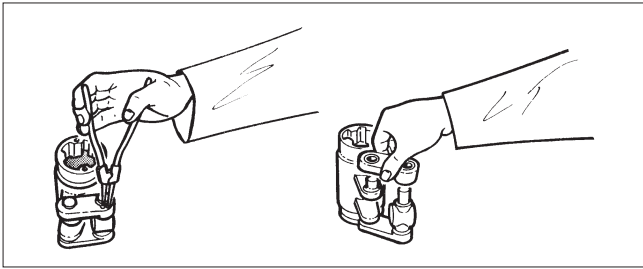

Abb. 16 Demontage des Gestänges
- Entfernen Sie die Sicherungsringe (36) und die Stützringe (37). Siehe Abb. 16.
- Entfernen Sie die Verbindungsarme (4) und den Ring (4A) und überprüfen Sie den Zustand der Lager (20, 21).
- Entfernen Sie das Hebelarmlager (23), die X-Ringe (17) und den Erdungsring (3A).
- Montieren Sie die Hebellager (23). Der Lagerstreifen (23) hat auf einer Seite eine Fase, die nach oben zum Gehäusedeckel hin gerichtet sein soll, sodass die abgeschrägte Seite am X-Ring (17) anliegt.
- Montieren Sie die X-Ringe (17). Die X-Ringe dürfen an keiner Stelle verdreht werden. Achten Sie darauf, dass sie gleichmäßig über die gesamte Hebelarmfläche verteilt sind. Auf der Gehäusedeckelseite passt der X-Ring (17) nur, wenn er zusammen mit einem abgeschrägten Lagerstreifen (23) eingebaut wird.
- Montieren Sie das Gestänge und bauen Sie es in das Gehäuse ein. Siehe Abbildung 16 für die korrekte Position. Unter dem Anschlussarm werden 2 Erdungsringe (4A) benötigt. Alle Erdungsringe (3A und 4A) sind erforderlich, um die ATEX-Anforderungen zu erfüllen.
- Tragen Sie Dichtmittel, z. B. Loctite 2400, 242 oder 225, auf das Gewinde der Schraube der Lagereinheit (29) auf und ziehen Sie die Schraube wie in Tabelle 2 beschrieben fest.
- Bringen Sie ein neues Druckablassventil (58) am Gehäusedeckel an.
- Entfernen Sie die Hebelarmlager (23) und X-Ringe (17) sowie den Erdungsring (3A).
- Tragen Sie Dichtmittel, z. B. Loctite 2400, 242 oder 225, auf das Gewinde der Lagereinheitsschraube (29) auf und ziehen Sie diese wie in Tabelle 2 fest.
- Bauen Sie einen neuen Zylinderboden-O-Ring (19) ein. Bauen Sie den Zylinder ein.